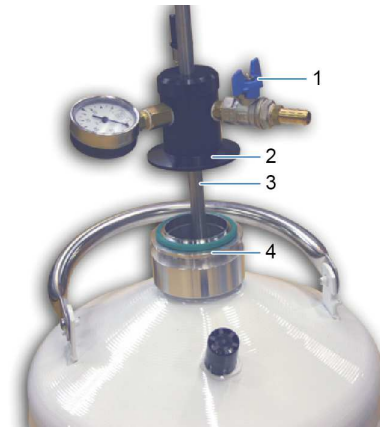

Figura 7-2 : bomba DL3, etapa 1.
2. Coloque la junta (Figura 7-2, rep. 4) en la brida del recipiente.
3. Introduzca **parcialmente** la parte inferior de la bomba (Figura 7-2, rep. 3) en el depósito, procurando no golpear el cuello del recipiente interior.
**La válvula de desgasificación (Figura 7-2, rep. 1) debe abrirse como medida de seguridad.**
Nota: si es preciso, el tubo (Figura 7-2, rep. 3) puede recortarse por la parte inferior para ajustar su altura a las necesidades del usuario.
Desatornille la parte superior de la bomba (Figura 7-2, rep. 2) para liberar el tubo sumergible (Figura 7-2, rep. 3). Ajuste su longitud de manera que no toque el fondo del recipiente antes de volver a apretar la parte superior (Figura 7-2, rep. 2).